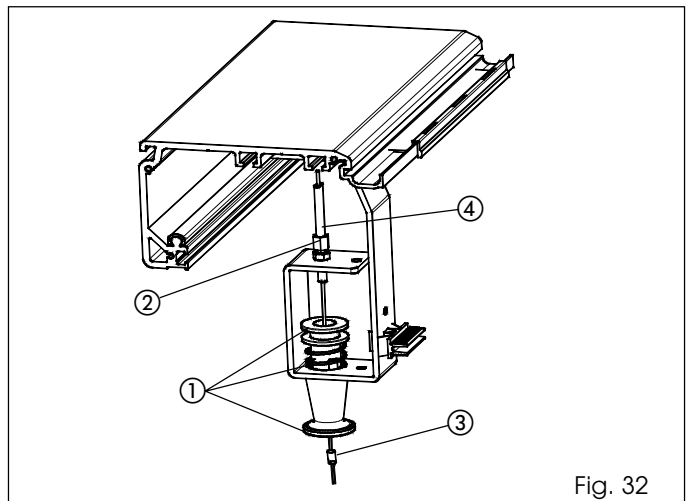

Fig. 32
- Assembler la poignée de déblocage d'après la fig. 32 réf. ①.
- Visser le dispositif de réglage, avec les écrous de blocage correspondants, sur la partie interne de la bride de fixation (fig. 32 réf. ②).
- Bloquer le câble en acier avec le dispositif de blocage du câble et la vis spécifique (fig. 32 réf. ③).
- Amener la gaine du câble contre le dispositif de réglage (fig. 32 réf. ④).